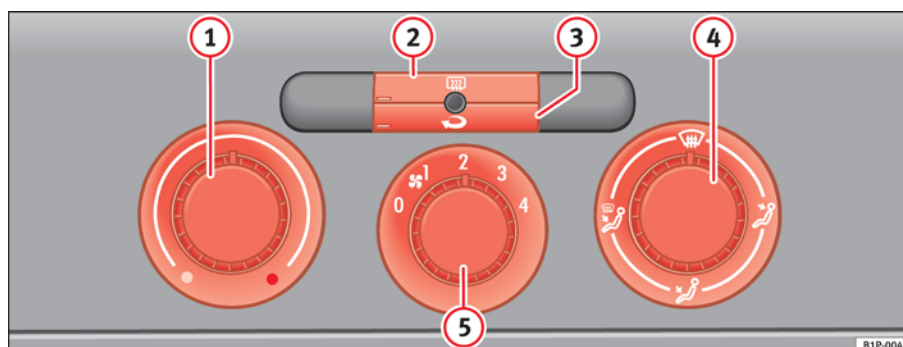

Fig. 105 Mandos de la calefacción en el tablero de instrumentos
- Con los reguladores ⇒ fig. 105 ① y ④ y con el mando ⑤ se regula la temperatura, la distribución del aire y la velocidad de la turbina.
- Pulse la tecla ② o ③ para activar o desactivar la función correspondiente. Cuando la función está activa, la ventana situada en la esquina inferior izquierda de la tecla se ilumina.